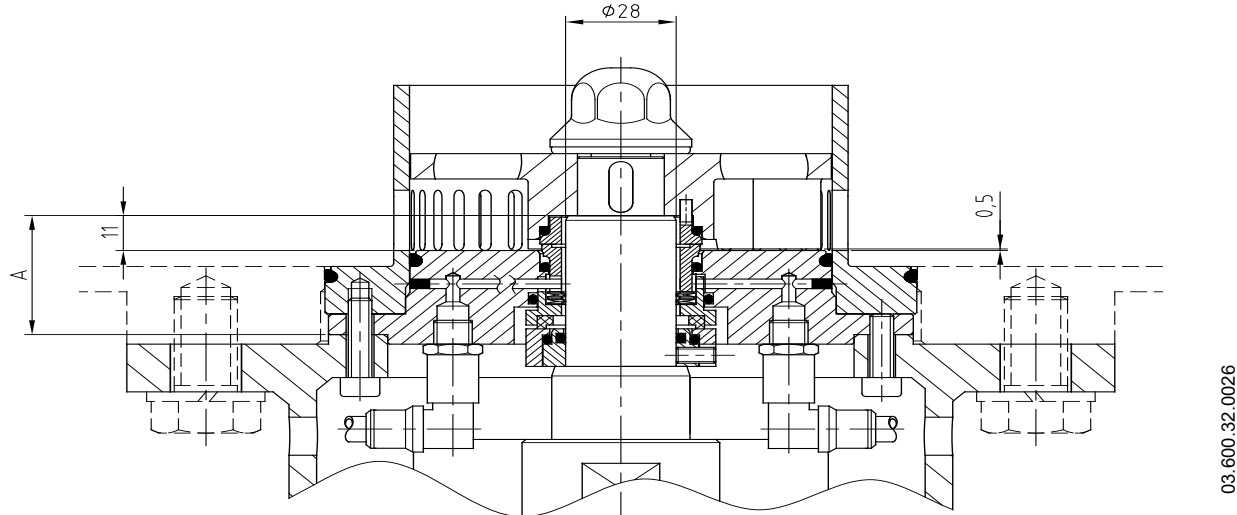

Figure 8.3 Mesures de montage pour la double garniture mécanique des modèles ME-6103, ME6105 et ME-6110
2. Placez l'arbre (05) sur l'arbre moteur (93) et fixez-le avec les vis de pression (55), en respectant la cote de montage indiquée sur la figure 8.3.
3. Placez le V-ring (81) jusqu'à ce qu'il bute contre la partie inférieure de la lanterne (04).
4. Placez le pare-gouttes (82) sur l'axe (05).
5. Montez le joint torique (80C) sur le manchon de la double garniture mécanique (13).
6. Montez le manchon de la double garniture mécanique (13) sur l'arbre (05) en le fixant avec les goujons (55A).
7. Placez la seconde partie rotative de la double garniture mécanique (08A) sur l'arbre (05) en l'alignant correctement avec les goujons (55A) du manchon de la double garniture mécanique (13).
8. Placez la seconde partie fixe de la double garniture mécanique (08A) et son ressort sur l'arbre (05).
9. Montez le joint torique (80) sur le couvercle de la double garniture mécanique (03A).
11. Fixez le couvercle de la double garniture mécanique (03A) à la lanterne (04) à l'aide des vis (51). Afin d'empêcher la seconde partie fixe de la double garniture mécanique (08A) de tourner, ses rainures doivent faire face aux broches du couvercle de la double garniture mécanique (03A).
13. Fixez la clavette (61) sur l'arbre (05).
14. Placez la première partie rotative de la double garniture mécanique (08A) sur la partie arrière du rotor (21).
15. Placez le rotor (21) sur l'arbre (05) et serrez-le à la main jusqu'à ce qu'il bute contre la partie saillante de l'arbre (05). Vérifiez que les repères sur le couvercle de la double garniture mécanique (03A) et sur la première partie fixe de la double garniture mécanique (08A) correspondent toujours.
16. Placez le joint torique (80B) sur l'écrou borgne (45).
17. Placez l'écrou borgne (45) sur le rotor (21).
18. Serrez l'écrou borgne (45) à l'aide d'une clé à douille tout en fixant l'arbre (05) avec une clé plate placée entre ses méplats.
19. Vérifiez le jeu entre le rotor (21) et le couvercle de la double garniture mécanique (03A) et les autres cotes de montage indiquées sur la figure 8.3.
20. Raccordez les raccords (92) au couvercle de la double garniture mécanique (03A).
21. Montez le joint torique (80A) sur le stator (22).
22. Placez le stator (22) sur le couvercle de la double garniture mécanique (03A) et fixez-le avec les vis (51A).
25. Montez les protections (47) sur la lanterne (04) à l'aide des vis (50).